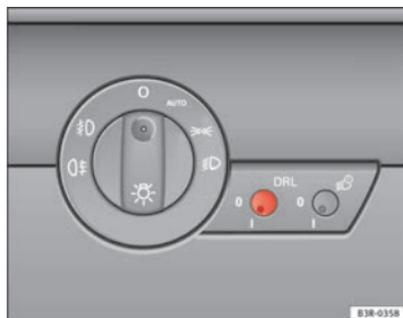

Fig. 89 Conmutador de la luz diurna
- Pulse brevemente el botón ⇒ fig. 89 para sacarlo de su posición.